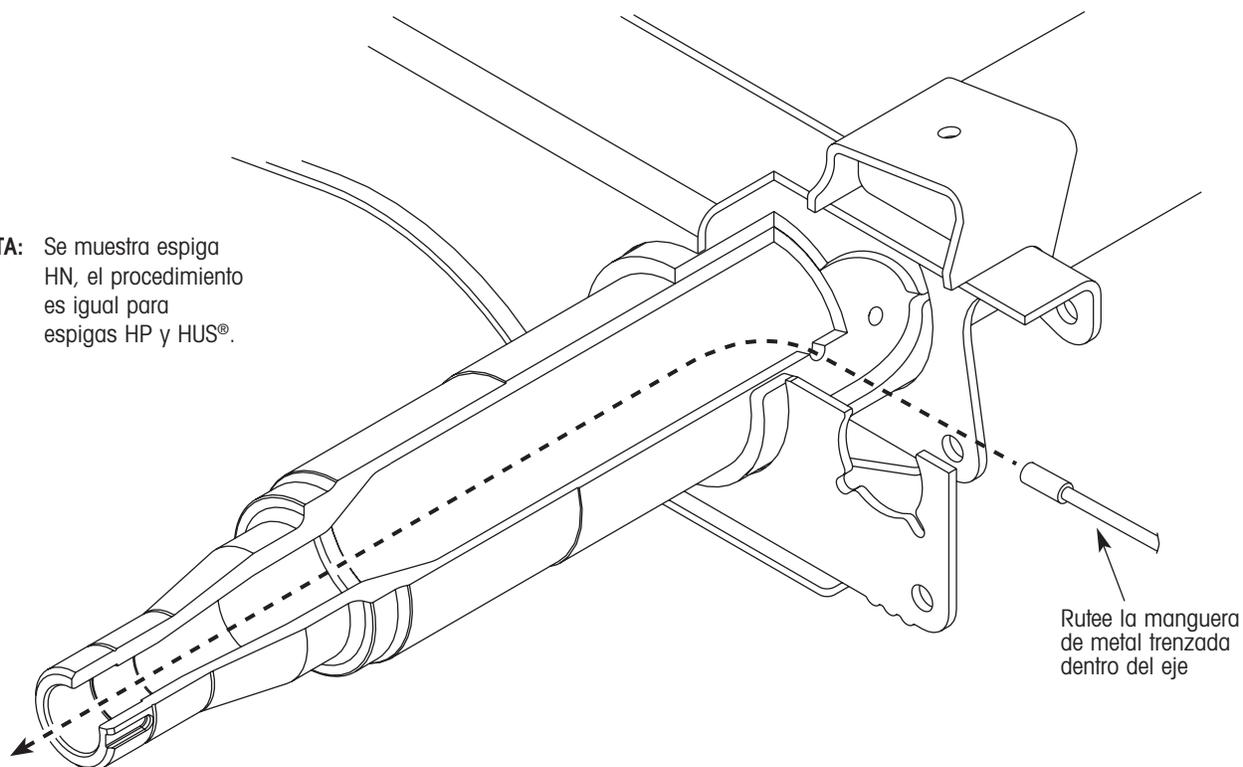

Figura 7. Ruteo de la manguera en el eje
1. En el lado del tubo del eje que tiene dos barrenos de ¼ de pulgada en la ventana del envoltorio (en suspensiones INTRAAX y VANTRAAX), rutee la parte delgada de la manguera de metal trenzado en el barreno más cercano a la espiga (figura 7). En Ejes Hendrickson para Remolque, rutee la parte delgada de la manguera de metal trenzado en el barreno más cercano a la espiga.